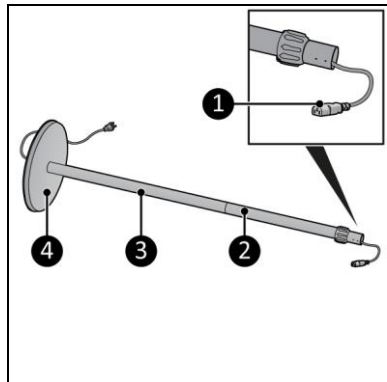

Abbildung 4
3. Platzieren Sie die Steckerbuchse (Abbildung 4, Pos. 1) des Netzkabels durch den Fuß (Abbildung 4, Pos. 4), das untere Rohr (Abbildung 4, Pos. 3) und das verstellbare Rohr (Abbildung 4, Pos. 2).